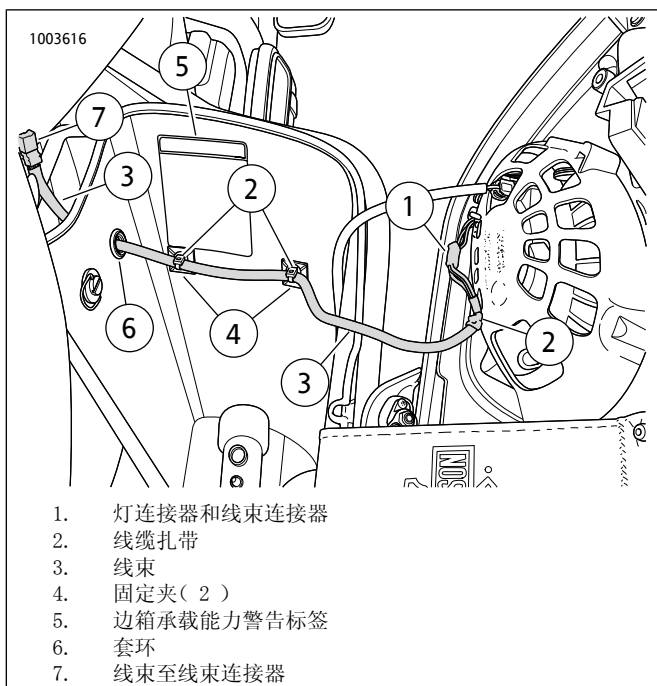

图8。布设边箱线路
15. 参见图 8。在边箱外侧从线束端头将套环滑动约11厘米(4-1/2英寸)。这样可在安装套环之后在边箱外侧留出约11厘米(4-1/2英寸)。